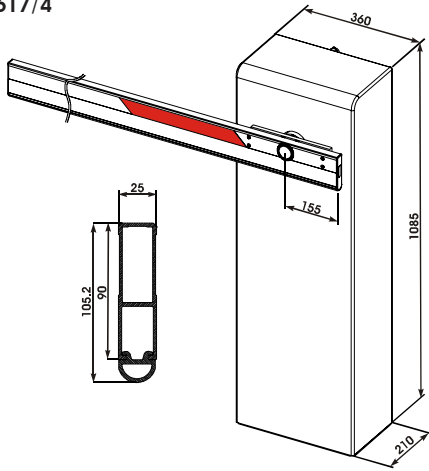

Abb.3
Abmessungen des Antriebs (mm)	siehe Abb. 3 - 4
- Die Zugstange Bez. 16 Abb. 3 abmontieren.